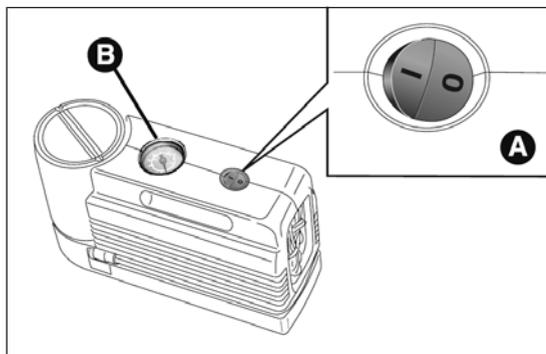

fig. 162
- s'assurer que l'interrupteur A fig. 162 du compresseur est en position 0 (éteint), démarrer le moteur, introduire la fiche dans la prise de courant située sur le tunnel central ou dans le coffre à bagages fig. 163 et actionner le compresseur en plaçant l'interrupteur A en position I (allumé). Gonfler le pneu à la pression indiquée dans le paragraphe « Pression de gonflage »